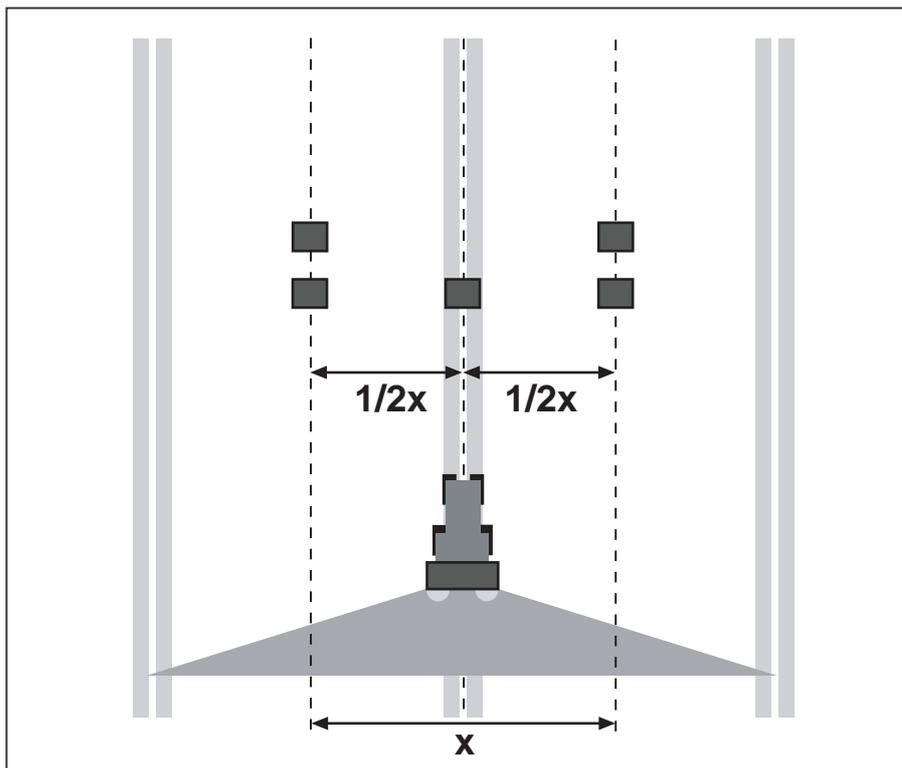

Imagen 7.24: Disposición para una pasada
- Colocar dos bandejas colectoras a una distancia de **1 m** una detrás de otra en las zonas de solapamiento (entre los carriles) y una bandeja colectoras en el carril (según imagen 7.24).